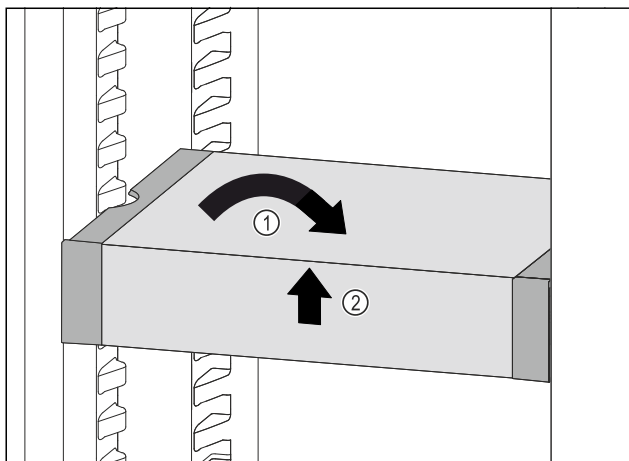

Fig. 90
- VarioSafe ustawić prosto. Fig. 90 (1)
- VarioSafe unieść z przodu. Fig. 90 (2)